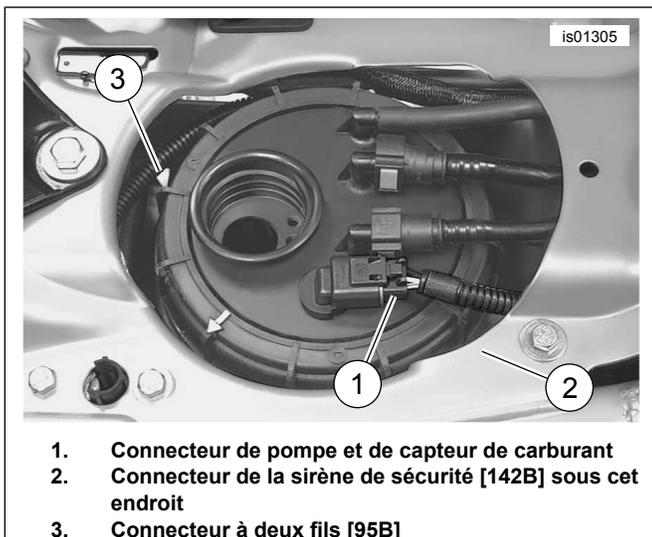
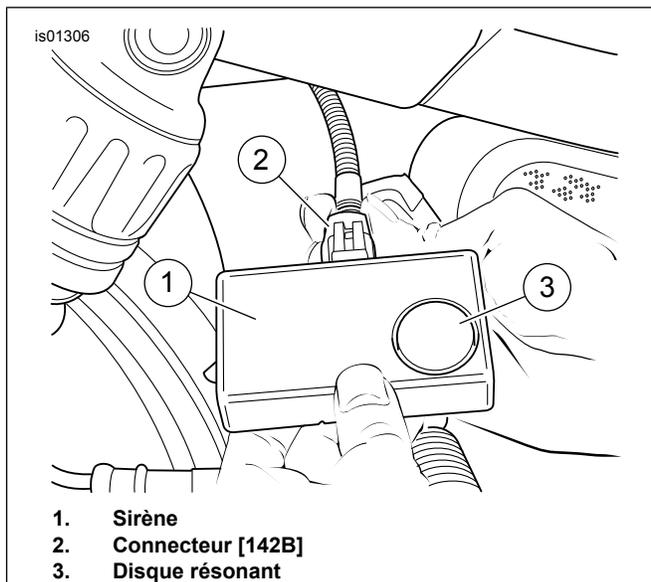
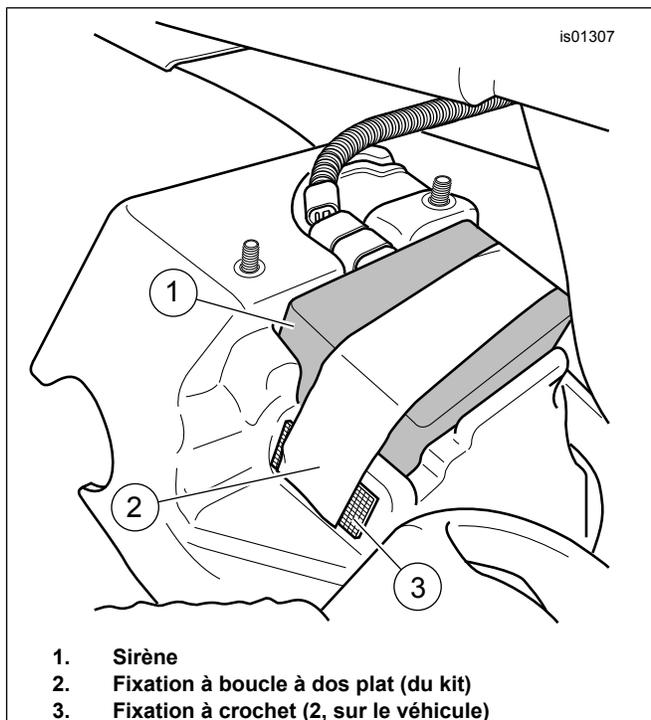

Figure 6. Localiser le connecteur [142B] (tous les modèles VRSC 2002-2006) (représenté avec le bouchon de carburant et l'entonnoir de remplissage retirés)
Figure 7. Connecteur de sirène (tous les VRSC 2002-2006)
Figure 8. Modèles VRSCA/B/D 2002-2006
8. Figure 6 Localiser le connecteur de la sirène de sécurité (2) à l'extrémité du fil du faisceau qui s'enroule autour du haut du réservoir de carburant.
- a. Débrancher la pompe à carburant et le connecteur de la jauge (1) pour libérer le connecteur de la sirène de sécurité.
9. Figure 7 Faire sortir le fil du faisceau de la sirène de dessous le côté droit du garde-boue.
10. Insérer le connecteur [142B] (2) dans la prise de la sirène (1) jusqu'à ce que le connecteur s'enclenche fermement.
11. Figure 8 Avec le disque de la sirène (3) tourné vers la protection anti-éclaboussures, installer la sirène comme indiqué.
12. Fixer la sirène (1) aux fixations velcro sur la protection anti-éclaboussures avec la fixation velcro à dos plat (2).
*Le connecteur de la sirène de sécurité est un connecteur à trois fils, à ne pas confondre avec le connecteur à deux fils (3) rattaché au faisceau (sauf sur les modèles californiens).*
6. Voir la figure 6. Localiser le connecteur de la sirène de sécurité (2), à l'extrémité du fil du faisceau qui s'enroule autour du dessus du réservoir de carburant.
- a. Déposer les quatre vis à tête hexagonale (2) et les rondelles d'entretoise (3).
10. Voir la figure 7. Faire sortir le fil du faisceau de la sirène de dessous le côté droit du garde-boue.
11. Insérer le connecteur [142B] (2) dans la sirène (1) jusqu'à ce que le connecteur s'enclenche fermement.